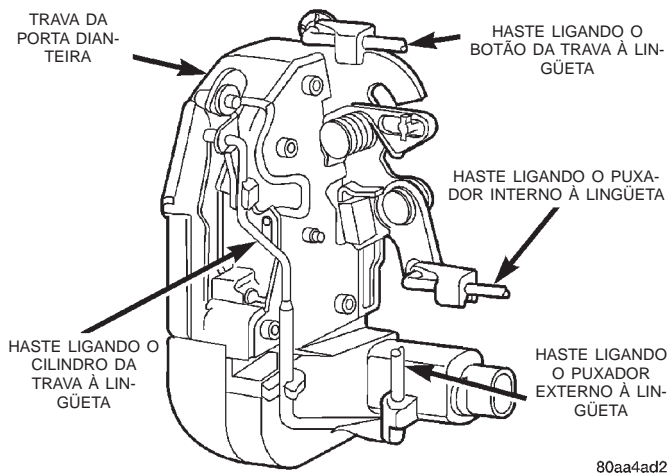

Fig. 35 Trava da Porta
- (1) Remova o painel de acabamento da porta e a barragem de água.
- (2) Remova os parafusos que prendem a trava à porta.
- (3) Desengate todas as hastes da lingüeta (Fig. 35).
- (4) Desconecte o conector da fiação do motor da trava elétrica, se equipado.
- (5) Remova a lingüeta da face da porta.